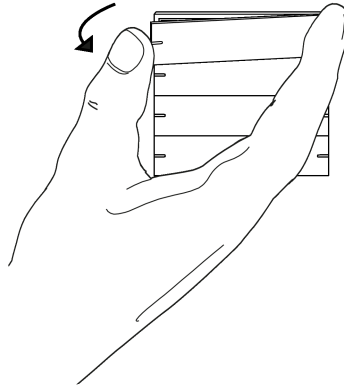

Figura 6: Desmontar el interruptor basculante
- Soltar el interruptor basculante del sensor de tecla tirando de un lado (véase figura 6).